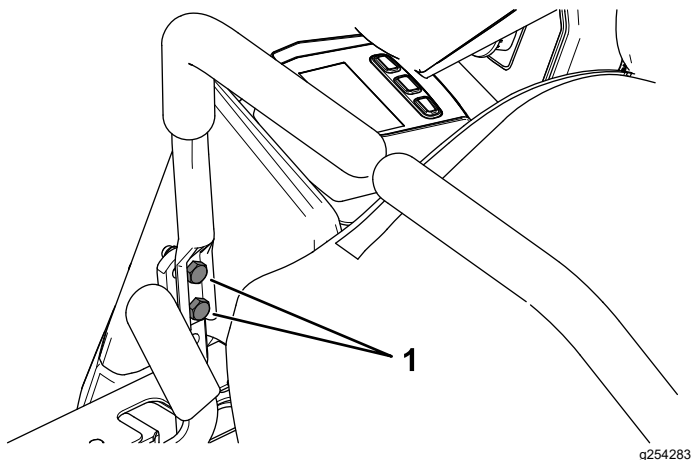

Figure 54
8. Si l'alignement doit être corrigé d'un côté, desserrez les 2 boulons de fixation du levier de commande de déplacement du côté concerné (Figure 54).
10. Resserrez les 2 boulons de fixation du levier de commande de déplacement (Figure 54).